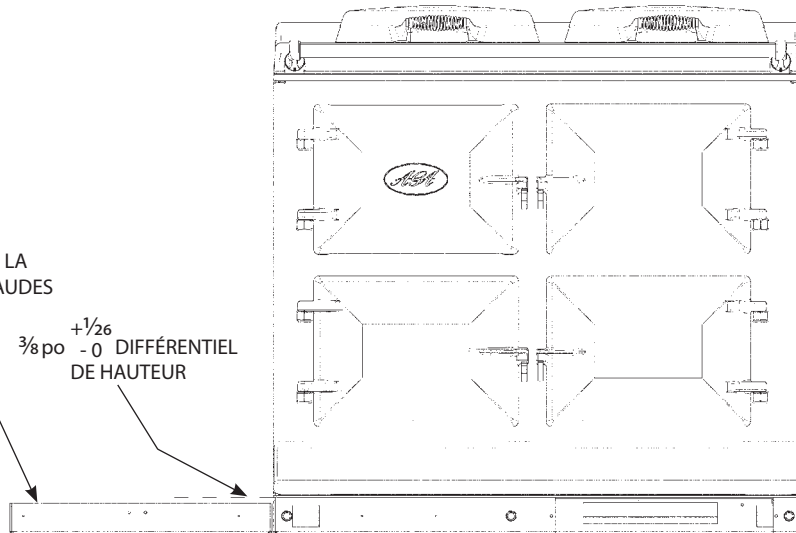

Fig. 30.3
2. Placez le socle au côté de l'AGA eR7 en prenant soin de ne laisser aucun écart entre les deux socles (**Fig. 30.3**).